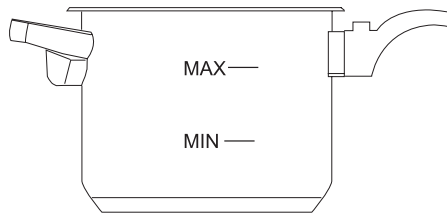

Fig.2a
- Respetar los niveles de MAX y MIN (Fig. 2a).